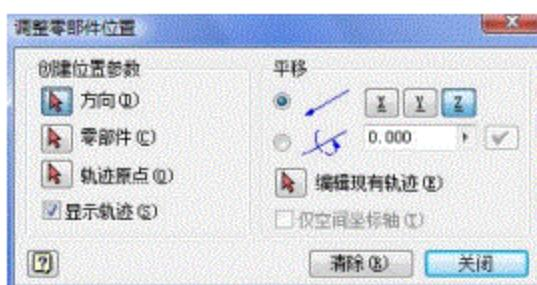

图4-5 “调整零部件位置”对话框
- 1) 单击表达视图功能块上的“调整零部件位置”图标按钮，打开“调整零部件位置”对话框如图4-5所示。